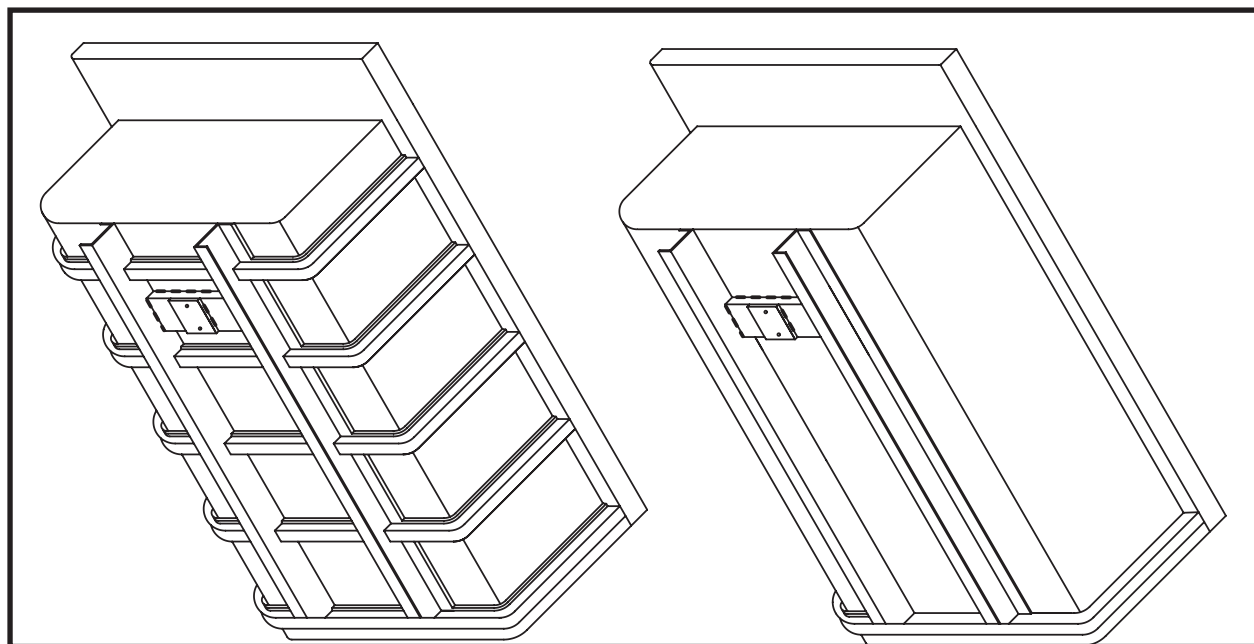

Figura 1. Refuerzo de Acero de la Caja del Camión y Soporte del Vibrador
2. Esto generalmente se logra colocando un trozo de canal de pared gruesa entre los dos rieles largos del marco en el tercio delantero del cuerpo de la volqueta (consulte la Figura 1 o 2). El canal debe tener un ancho mínimo de 6 pulgadas. El canal debe ser soldado a puntos a ambos rieles del marco.